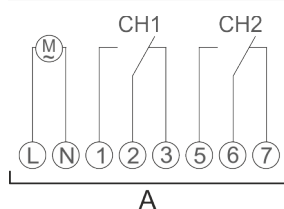

Fig. 5 : Plan de câblage
3. Raccordez l'extension de canal conformément au plan de câblage (Fig. 5).